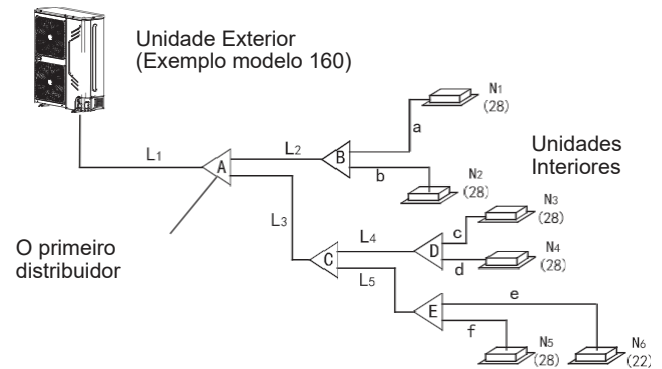

Fig. 4-5
- 2) Exemplo: Na Fig.4-5, a capacidade total a jusante do tubo L2 é de 28×2 56, portanto, de acordo com a Tabela 4.4, o diâmetro gás/líquido de L2 será $\Phi 15,9$ (5/8") / $\Phi 9,5$ (3/8").